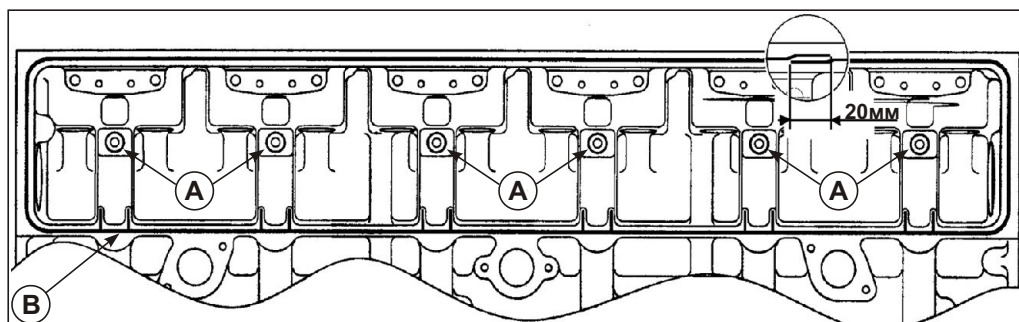

Рис. 114. Установка боковой пластины.
4. Нанести герметик "Силикон САФ 44" (возможно использование герметика других марок на силиконовой основе), как указано на Рис. 114 в местах (А, В).